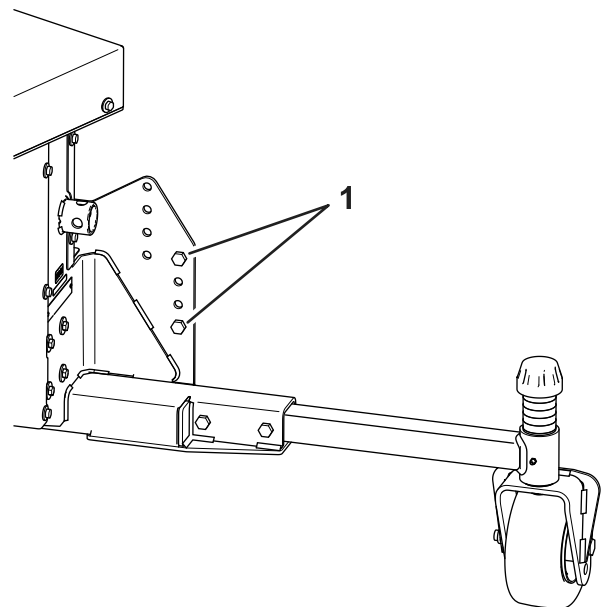

Figura 9
14. Împingeți cutia departe de suflantă și coborâți suflanta până când roțile și cricul ating podeaua, înțind cureaua întinsă (Figura 9).